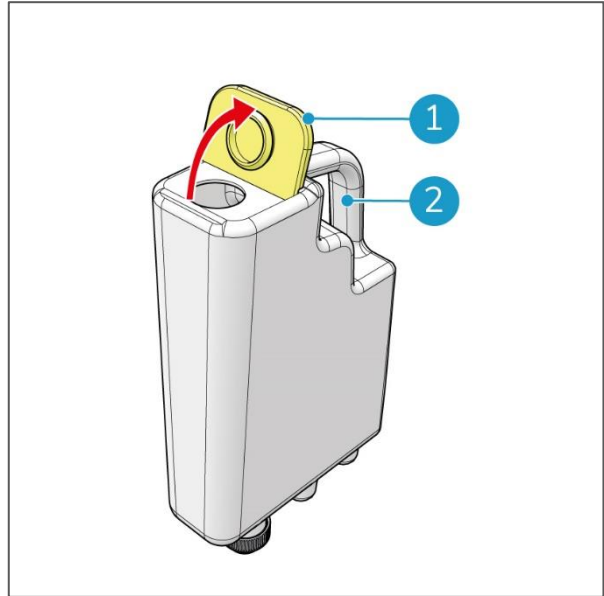

Figura 52
1. Rimuovere il serbatoio del detergente dal manico (Figura 52, pos 2) e posizionarlo su una superficie piana.
2. Aprire il tappo del serbatoio giallo (Figura 52, pos 1).